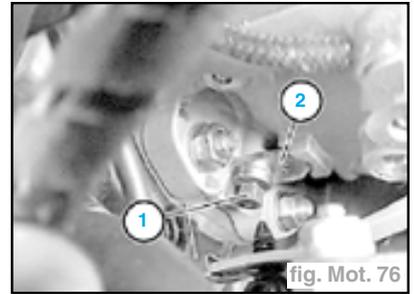

fig. Mot. 76
- Dévisser la vis de blocage (1) de la pompe, retirer l'entretoise (2) et resserrer la vis (1) (fig. Mot. 76).
- Déposer la vis de blocage (1) et reposer l'entretoise (2), serrer au couple (fig. Mot. 76).
- Dévisser la vis de blocage (1) de la pompe, retirer l'entretoise (2) et resserer la vis (1) (fig. Mot. 76).
- Déposer la vis de blocage (1) de la pompe et replacer l'entretoise (2), serrer la vis (1) (fig. Mot. 76).